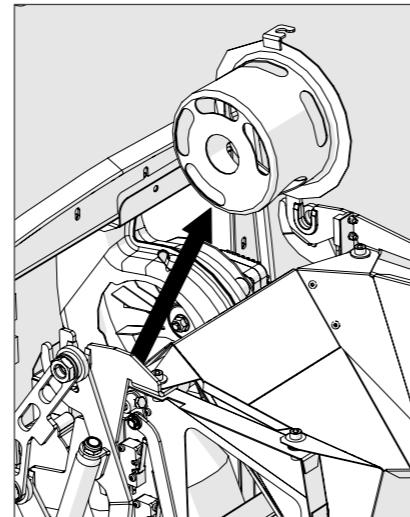

Fig. 11
5. Sortez l'adaptateur de l'extracteur. Dégagiez-le de la vis de fixation en le tournant légèrement vers l'arrière. Sortez-le (fig. 11).